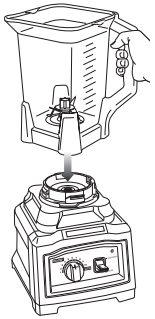

Fig. 1
- 3 Coloque la jarra sobre la base del motor. (Fig. 1) El mango debe quedar levemente inclinado hacia la derecha del símbolo de "TRABA" en la base del motor.